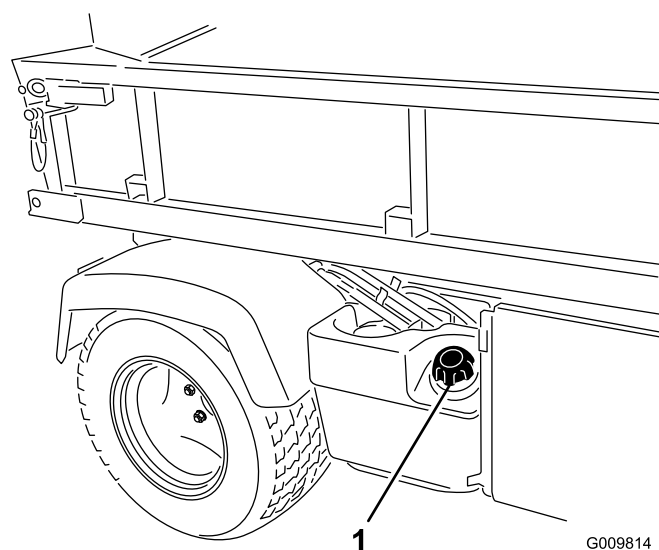

Figura 28
1. Pulite intorno al tappo del serbatoio del carburante (Figura 28).
2. Rimuovete il tappo del serbatoio del carburante (Figura 28).